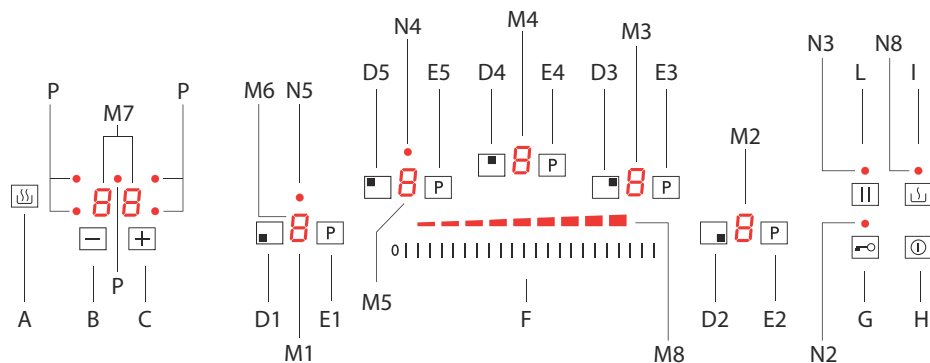

Fig.2
Es werden Behälter mit ebenem Boden mit einem Durchmesser, der gleich dem erhitzten Bereich oder etwas größer ist, empfohlen. Keine Behälter mit rauher Unterseite verwenden, damit die Heizfläche des Kochfelds nicht zerkratzt wird (Abb.2).
• Verwendung (Abb.2):